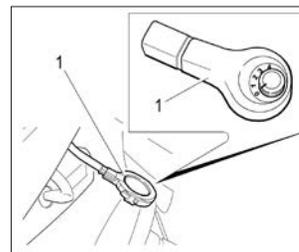

Рис. 34. Датчик дождя и освещенности
Для включения системы очистки необходимо переключатель чувствительности датчика дождя **1** (см. рис. 34), расположенный за зеркалом заднего вида в накладке датчика перевести из положения **0** в любое другое положение от **1** до **4\***, а рычаг переключателя стеклоочистителей перевести в положение **III** (прерывистый режим работы). При этом щетки очистителя делают один ход, после чего будут включаться или выключаться в зависимости от количества капель дождя, попадающих на ветровое стекло.
**В варианном исполнении** автомобили оснащаются совмещенным датчиком дождя и освещенности, который расположен на ветровом стекле за зеркалом заднего вида (рис. 34).